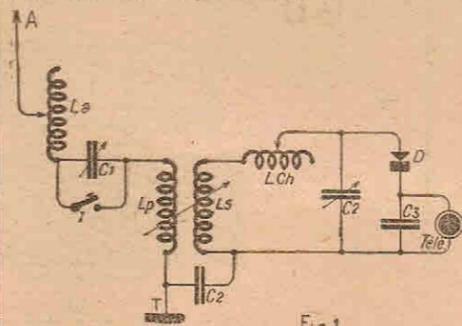
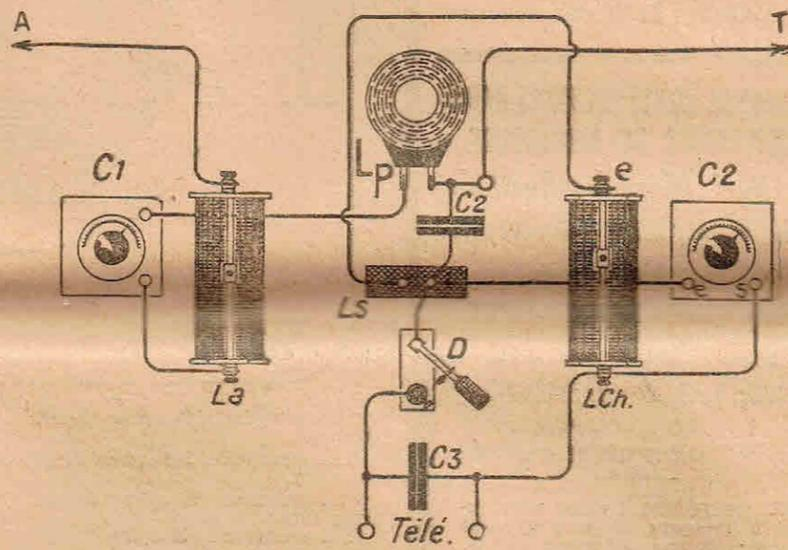

Fig. 1.
Fig. 2
M.S. - Fig. 1
La figure 1 montre le principe de la chose. On y reconnaît un appareil qui pour les lecteurs de mes précédents articles est une pièce connue, savoir un galvanomètre à corde. Nous l'avons vu dans le Fernscher de Dieckmann. Il sert d'ailleurs, comme dans ledit montage, à effectuer le balayage vertical à une fréquence élevée d'ordre musical. L'ensemble du galvanomètre (ou plus exactement le système de fils du galvanomètre) oscille mécaniquement comme un balancier de machine à vapeur dans un plan afin d'effectuer le balayage horizontal.
M.S. - Fig. 2. - Roue de La Cour
La figure 2 montre en montage sur table la réalisation de la figure 1.
En dérivation encore sur ce condensateur se trouve le circuit détecteur-téléphone. Les deux selfs L_a et L_{ch}, bobines à un curseur, seront montées comme l'indique la figure 1
Nous espérons ainsi donner à nos lecteurs le moyen de faire sans frais quelques belles expériences de réception. La figure 1 ci-contre donne le schéma de principe que nous avons adopté.